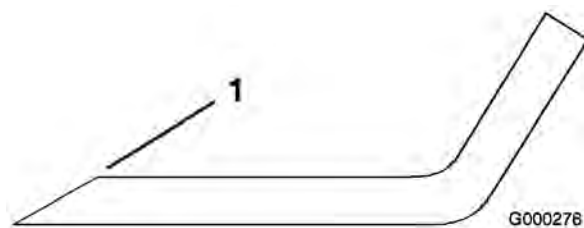

Figure 58
1. Au moyen d'une lime, aiguissez les tranchants aux deux extrémités de la lame (Figure 58) en veillant à conserver l'angle de coupe d'origine. Limez la même quantité de métal sur chacun des deux tranchants pour ne pas déséquilibrer la lame.